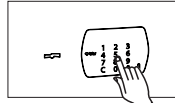

Fig. 2
- Marcar los números de la combinación (Fig. 2). Al salir de fábrica, las cajas tienen la combinación 1 2 3 4 5 6. Con cada pulsación oír un "beep" y se encenderá la luz roja. En el caso de que no marque ninguna tecla durante 7 segundos, se desactivará el sistema; en este caso, volver al principio.